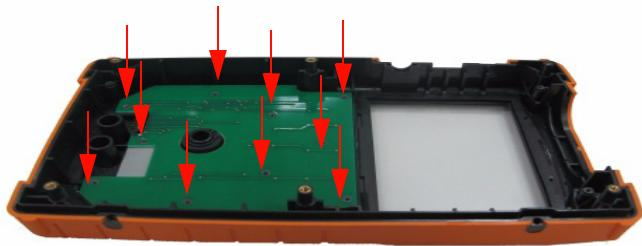

図8-11 フロント・カバーの10個のネジを外す
- 2 下の図8-11に示すネジを緩め、キーパッド・インターフェース・ボードを取り外します。